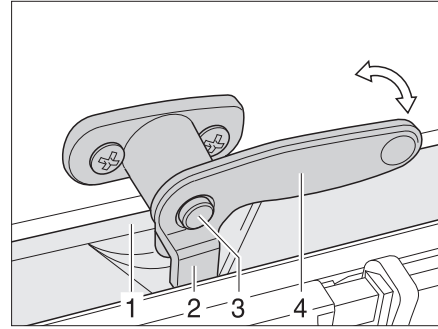

Fig. 79 Palanca de bloqueo con botón de seguridad en posición "cerrado"
- Caso disponible, presionar y mantener presionado el botón de seguridad (Fig. 79,3).